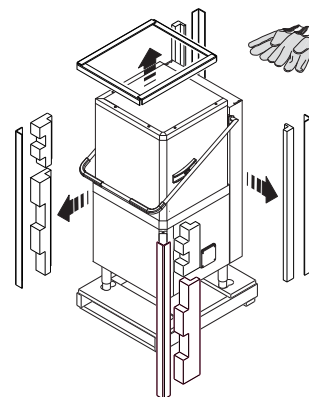

Figura 5 Eliminación del embalaje
- Ponerse guantes de protección y desembalar la máquina (Figura 5).